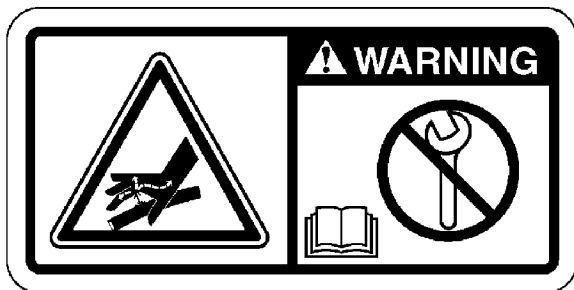

Abbildung 4
Das Warnschild Hand (hoher Druck) (2) befindet sich oben auf dem Kraftstoffverteiler. Siehe Abbildung 4.
(3) Äther
Das Äther-Warnschild (3) befindet sich auf dem Deckel des Ansaugkrümmers. Siehe Abbildung 4.